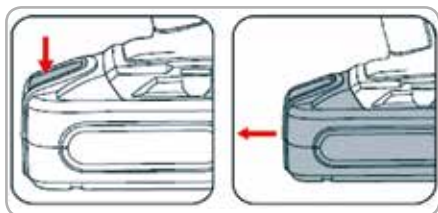

Fig.3
Introducerea și deconectarea acumulatorului (fig.3):
- Acumulatorul trebuie să fie introdus complet până când butonul indicat în fig.3 se blochează automat.